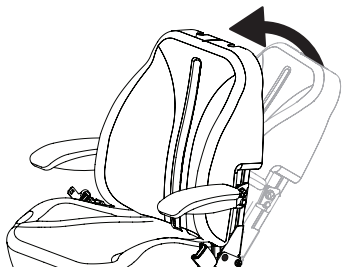

Figura 10
3. Pivote el asiento hacia adelante en la posición de operación (Figura 10).